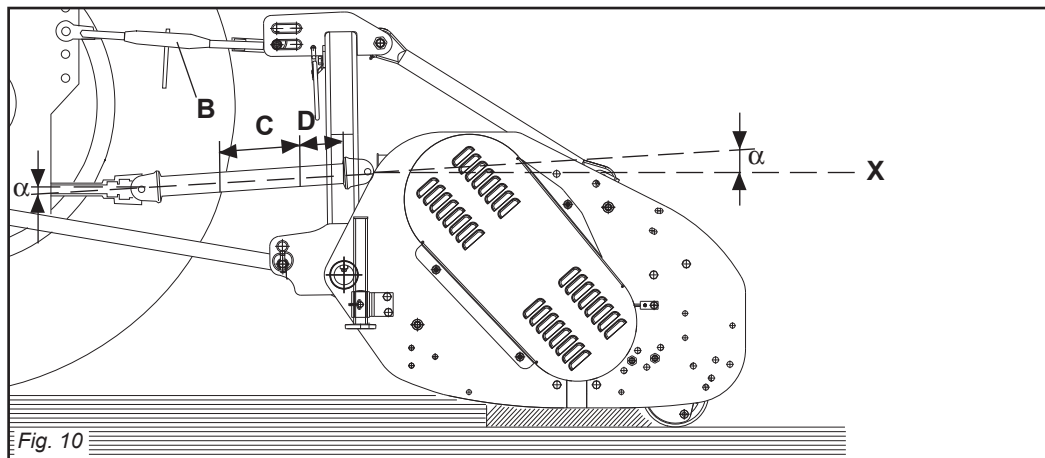
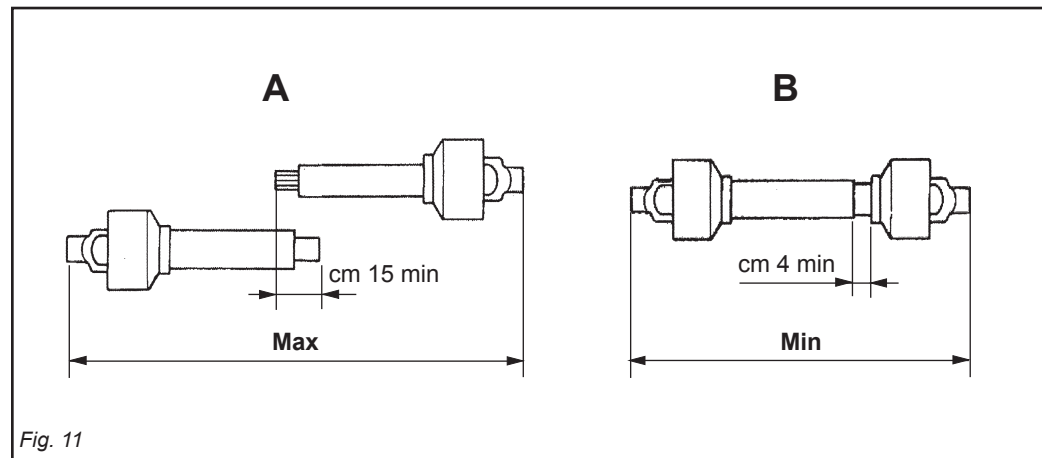

Fig. 10
Fig. 11
Per fare ciò aumentare o diminuire la lunghezza della barra superiore dell'attacco (B Fig. 10) in modo da portare l'asse (X Fig. 10) della ghiera scanalata della scatola parallela al suolo.
- I due angoli ( $\alpha$  Fig. 10) formati dalle assi delle forcelle e l'asse dei tubi scorrevoli saranno uguali e non dovranno superare i  $10^\circ$ .
- La copertura (C Fig. 10) dei tubi scorrevoli deve essere di 15 cm minimo (Fig. 11).
- I due tubi dell'albero di trasmissione a cardano non si devono ricoprire completamente, una corsa di sicurezza (D Fig. 10) di 4 cm minimo deve sussistere.
- Gli angoli ( $\alpha$  Fig. 10) dei cardani non devono essere superiori a  $40^\circ$  (Fig. 10).
To achieve this, increase or decrease the length of the top bar of the hitch (B Fig. 10) so as to set the axis (X Fig. 10) of the housing's grooved ring nut parallel to the ground.
- The two angles ( $\alpha$  Fig. 10) formed by the fork axes and the axis of the sliding tubes will be equal and must not exceed  $10^\circ$ .
- The sliding tubes (C Fig. 10) must overlap by at least 15 cm (Fig. 11).
- The two tubes of the driveline shaft must not fully overlap. There must always be a safety travel (D Fig. 10) of at least 4 cm.
- The angles ( $\alpha$  Fig. 10) of the drivelines
L'attelage est correct quand dans la position de travail la machine est horizontale. Pour obtenir cette condition augmenter ou diminuer la longueur de la barre supérieure de l'attelage (B Fig. 10) de manière à ce que l'axe (X Fig. 10) de la bague cannelée de la boîte soit parallèle au sol.
- Les deux angles ( $\alpha$  Fig. 10) formés par les axes des fourches et l'axe des tubes coulissants doivent être identiques et ne doivent pas dépasser  $10^\circ$ .
- La couverture (C Fig. 10) des tubes coulissants doit être au minimum de 15 mm (Fig. 11).
- Les deux tubes de l'arbre de transmission à cardans ne doivent pas se recouvrir complètement, il doit rester une course de sécurité (D Fig. 10) de 4 cm au minimum.
- Les angles ( $\alpha$  Fig. 10) des cardans ne doivent pas être supérieurs à  $40^\circ$  (Fig. 10).
Um dies zu erhalten, die Länge der oberen Kupplungsstange (B Abb. 10) erhöhen oder verringern, bis die Achse (X Abb. 10) der Keilmutter des Gehäuses parallel zum Boden steht.
- Die beiden Winkel ( $\alpha$  Abb. 10), die aus den Achsen der Gabeln und der Achse der Gleitrohre bestehen, müssen gleich groß sein und dürfen auf keinen Fall größer als  $10^\circ$  sein.
- Die Überdeckung (C Abb. 10) der Gleitrohre muss mindestens 15 cm ausmachen (Abb. 11).
- Die beiden Rohre der Gelenkwelle dürfen sich nicht ganz überdecken. Es muss noch einen Sicherheitshub (D Abb. 10) von mindestens 4 cm geben.
- Die Winkel ( $\alpha$  Abb. 10) der Gelenkwellen dürfen nicht größer als  $40^\circ$  sein (Abb. 10).
El enganche es correcto cuando la máquina está horizontal en posición de trabajo. Para ello aumentar o disminuir la longitud de la barra superior del enganche (B Fig. 10) en modo de llevar el eje (X Fig. 10) de la tuerca ranurada de la caja paralela al terreno.
- Los dos ángulos ( $\alpha$  Fig. 10) formados por los ejes de las horquillas y el eje de los tubos corredizos serán iguales y deberán superar los  $10^\circ$ .
- La cobertura (C Fig. 10) de los tubos corredizos debe ser como mínimo de 15 cm (Fig. 11).
- Los dos tubos del árbol de transmisión de cardán no se deben cubrir completamente, debe quedar una carrera de seguridad (D Fig. 10) de 4 cm como mínimo.
- Los ángulos ( $\alpha$  Fig. 10) de los cardanes no deben ser superiores a  $40^\circ$  (Fig. 10).
Quando esso è inserito al massimo, il gioco minimo consentito deve essere di 4 cm (Fig. 11).
*must not exceed 40° (Fig. 10).*
*When fully inserted, the minimum play must be 4 cm. (Fig. 11).*